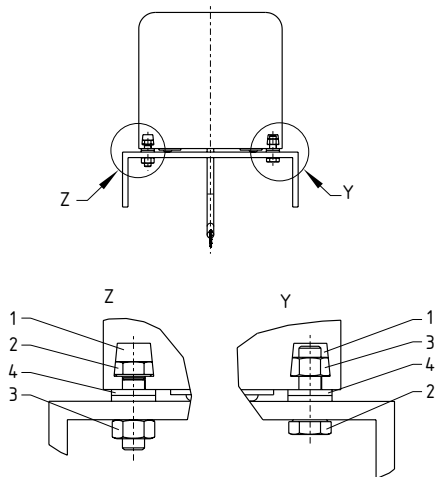

Fig. 4
Para la sujeción de los parachoques se dispone de 2 regletas ranuradas (1) a todo lo largo del parachoque. La sujeción se realiza con ayuda del tornillo de cabeza hexagonal M6 insertado en ambas regletas ranuradas, p.ej. ISO 4018 (2) y / o una tuerca hexagonal M6, p.ej. ISO 4032 (3) y 2 arandelas 6,4, p.ej. ISO 7090 (4) véase la fig. 4. Se debe prever un tornillo de sujeción cada 250 mm en cada regleta ranurada. La distancia al inicio y al final ha de ser de un máximo de 50 mm. Es indispensable que la superficie de montaje sea lisa y esté limpia. La posición de montaje es libre, sin embargo, los parachoques no deben montarse en el ámbito de influencia directo de virutas calientes ni piezas pesadas o con cantos vivos.